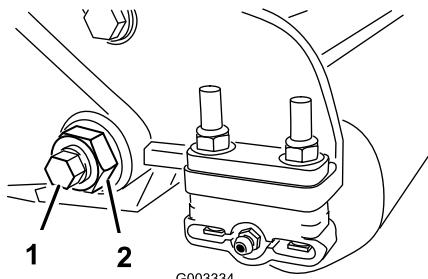
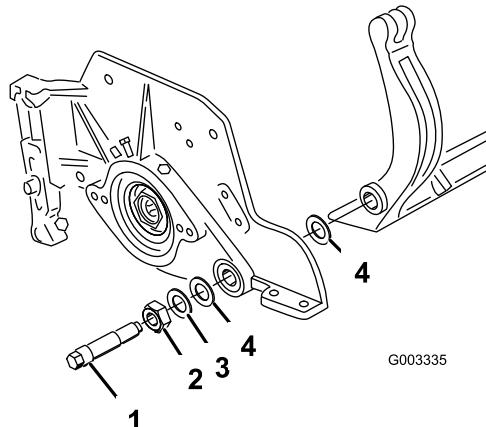

Figura 26
Figura 27
- En cada lado de la máquina, afloje la contratuerca que fija el perno de la barra de asiento (Figura 26).
(Figura 26). Guarde las 2 arandelas de nylon y la arandela de acero troquelado de cada extremo de la barra de asiento (Figura 27).
- Fije la barra de asiento a cada chapa lateral con los pernos de la barra (con tuercas en los pernos) y las 6 arandelas. Debe colocarse una arandela de nylon en cada lado del saliente de la chapa lateral. Coloque una arandela de acero por fuera de cada arandela de nylon (Figura 27). Apriete los pernos de la barra de asiento a 37-45 Nm. Apriete las contratuerca hasta que la arandela de acero exterior deje de girar, y la holgura quede eliminada, pero no apriete demasiado ni desvíe las chapas laterales. Las arandelas del interior pueden tener cierta holgura.